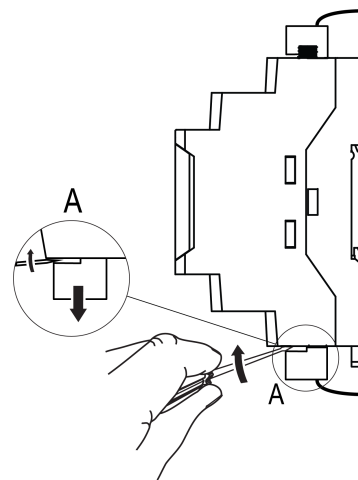

Рисунок 5.2 – Отсоединение съемных частей клемм
3. Отделить от шлюза съемные части каждой из клемм вместе с подключенными внешними линиями связи с помощью отвертки или другого подходящего инструмента (см. рисунок 5.2).